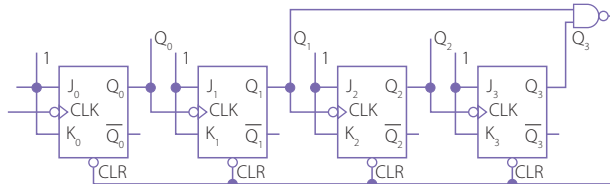

Figura 33. Contador BCD, de décadas.
Este contador de 10 estados e, consequentemente, 10 saídas, terá que reiniciar uma nova contagem depois do ciclo atingir o valor máximo nove (1001). Este reinício é realizado pela descodificação do estado seguinte, que em binário corresponde a 1010 (10), com uma porta NAND em que a sua saída se encontra ligada às entradas de varredura (entrada CLR – *Clear*) dos *flip-flops*, como se apresenta na Figura 33.